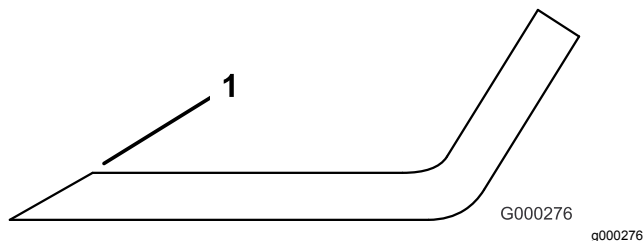

Figura 140
4. e affilatele se fossero ottusi o scheggiati (Figura 140).